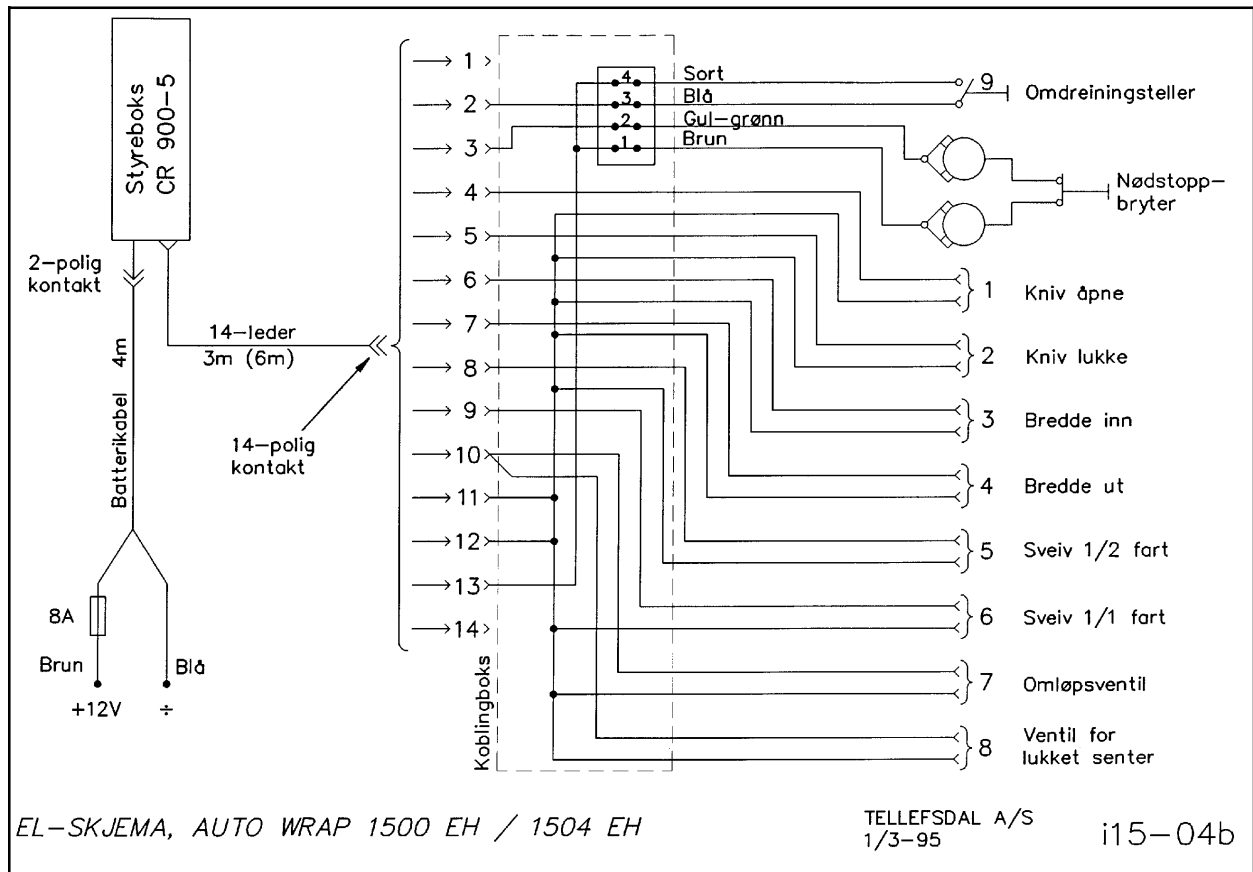

Fig. 13-1
Det elektriske anlegget består av styreboks med tilførselsledning, styrekabel, (14-leder), med støpsel i begge ender, samt fordelingsledninger til de forskjellige magnetventiler og brytere på maskinen. (Se fig.13-1).
13.1.3 STRØMFORDELING. (Se fig. 13-1).